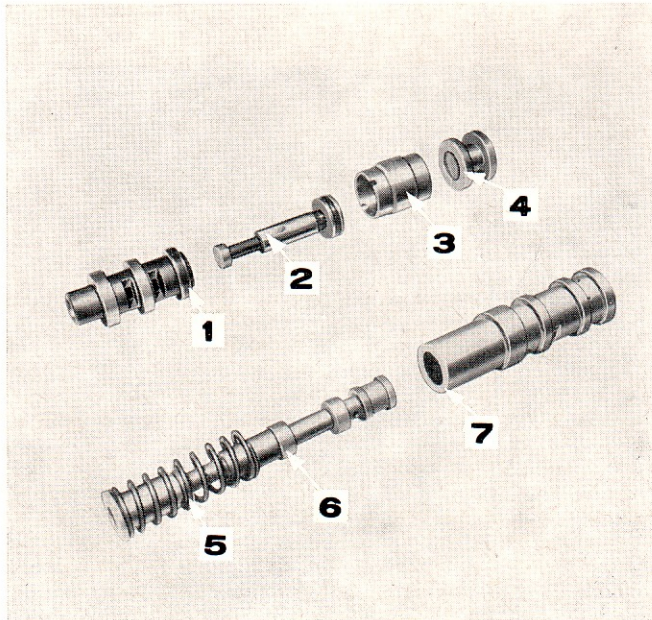
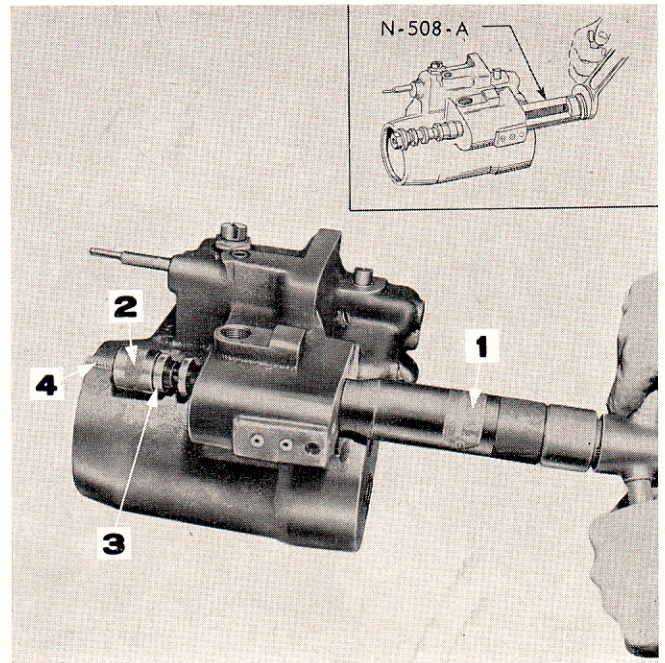

Figure 68: Chemise de tiroir de commande et de clapet de décharge
Figure 69: Pose des bagues de valve automatique
1. Le cylindre de relevage est repéré, sur sa face extérieure, par une touche de couleur vis-à-vis de l'alésage de la bague de valve automatique. Sélectionner des bagues avant et arrière de valve automatique (Figure 68) portant le même repère de couleur, et les emmancher de telle façon qu'ils affleurent avec la face arrière du couvercle; utiliser l'extracteur No T.8510 et la rallonge filetée courte T.8510-1/a (Figure 69). Huiler les bagues avant de les emmancher.
On peut également utiliser l'extracteur No N-508-A, (cartouche, Figure 69).